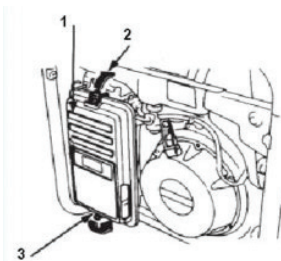
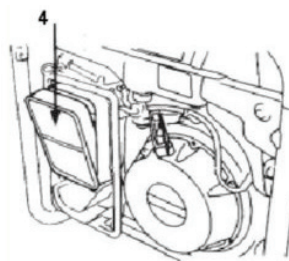

Рис.9. Снятие воздушного фильтра
Рис.10. Снятие фильтрующего элемента
8.8.1. Отстегнуть зажимы (2, 3) крышки воздушного фильтра (1), см.рис.9, снять крышку и достать фильтрующий элемент (5), см.рис.10.